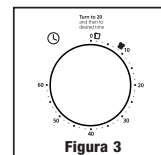

Figura 3
5. **Perilla de control de tiempo con campanilla indicadora** - Fija el tiempo de cocción hasta un máximo de 60 minutos. Apaga automáticamente el horno al finalizar el tiempo de cocción. (Ver la Figura 3)